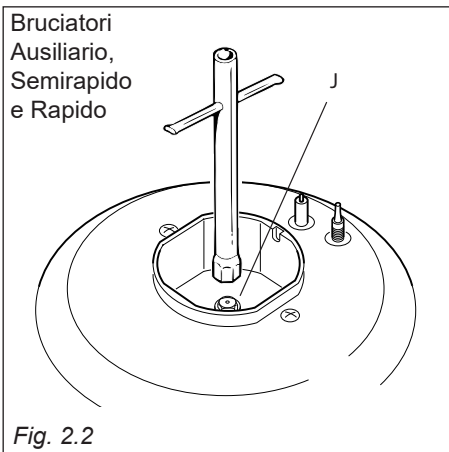

Fig. 2.2
- Con una chiave fissa sostituire gli ugelli "J" (fig. 2.2, 2.3) con quelli idonei per il gas da utilizzare.